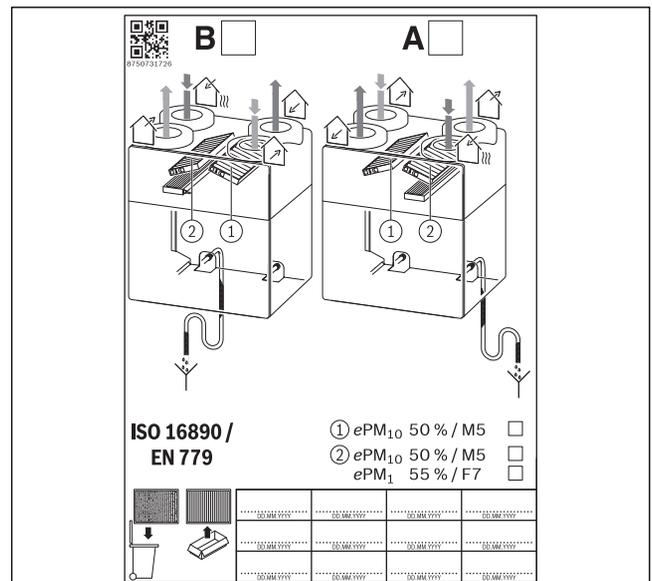

Bild 11 Aufkleber Filterwechsel
- ▶ Das Datum des Filterwechsels und die Filterart auf dem Aufkleber (→ Bild 11) am Lüftungsgerät im dafür vorgesehenen Feld notieren. Der Aufkleber befindet sich auf der Innenseite der Abdeckblende Filter (Metall).